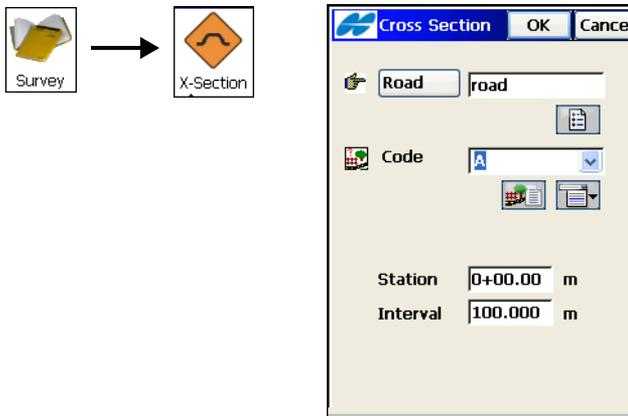

Abbildung 8-47. Querprofil
1. Wählen Sie zu Beginn **Aufnahme ▶ Querprofil** (Abbildung 8-47 auf Seite 8-46).
2. Geben Sie im Fenster *Querprofil* (Abbildung 8-47 auf Seite 8-46) die Parameter für die Stationierung, an der die Aufnahme erfolgen soll, ein, und tippen Sie auf **OK**: Trassenname (Straße), Code und Attribute der Achse, Stationierung für das Querprofil und Abstand bis zur nächsten Stationierung. Wenn noch keine Trasse gewählt wurde, müssen Sie noch den Grundriss definieren.